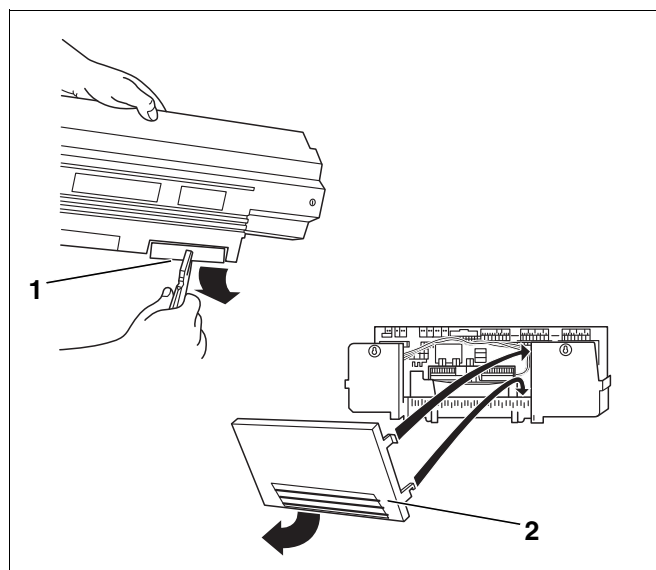

Рис. 44 Подготовка кабельного прохода
- При необходимости выломать заглушки (рис. 44, **поз. 1**) в задней стенке кабельного канала (Logamatic 33..) или снять часть задней стенки (Logamatic 43..) (рис. 44, **поз. 2**).
- Вставить нижние крюки задней стенки (Logamatic 43..) в рамку и нажать на нее сверху до фиксации боковых крюков (рис. 44, поз. 2).